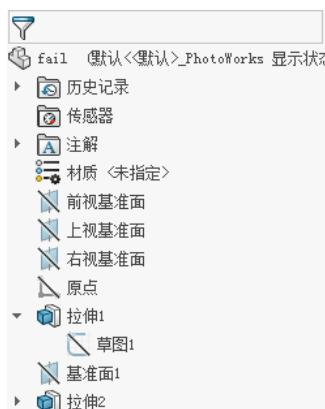

图 5.14.2 设计树
Step2. 在如图 5.14.2 所示的设计树中，单击 拉伸1 节点前的“三角符号”展开拉伸 1 特征，右击截面草图标标识 草图1，从系统弹出的快捷菜单中单击 按钮，进入草图绘制环境。